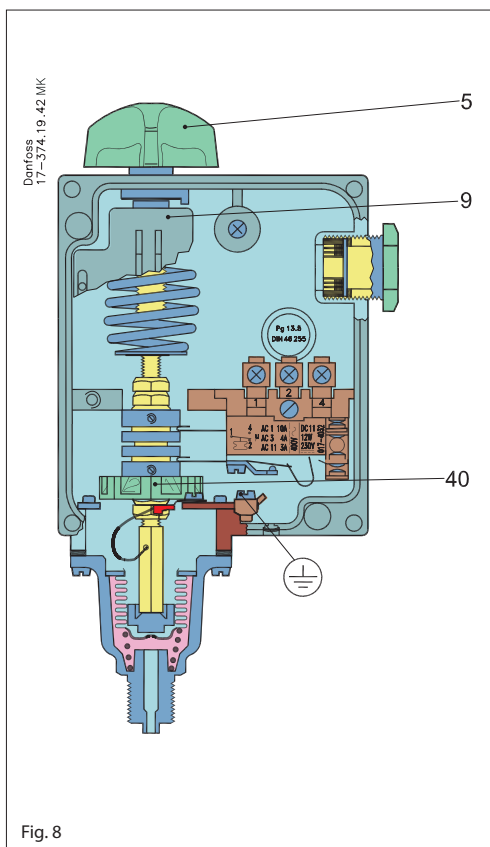

Fig. 8
Der Bereich wird mit dem Einstellknopf (5) Abb. 8 unter gleichzeitigem Ablesen der Hauptskala (9) eingestellt. Der eingestellte Druck ist der Aus-schalt-Druck für den Kontakt 1-4 (siehe Abb. 13).
RT 200L wird mittels des Einstellknopfes (5) Abb. 8, Seite 9 auf 3,5 bar (35 m WS) minus der festen Differenz von 0,2 bar eingestellt.
Die Neutralzone 35-32 = 3 m WS entsprechend 0,3 bar wird mittels der Neutralzonenrolle (40) Abb. 8 Seite 9 eingestellt. Dem Diagramm in Abb. 12 entsprechend wird die Rolle auf die Ziffer 1 eingestellt. Eine genaue Einstellung lässt sich durch die Verwendung des Prüfstandes in Abb. 14 erreichen.